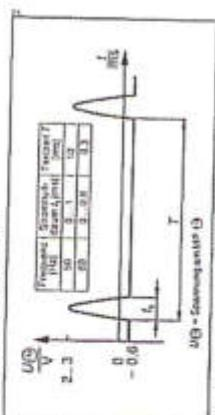

Abb. 10: Grenzwerte zur Vorstromeinstellung
8. Die Stromflußdauer muß mit den Angaben in Abb. 10 übereinstimmen: gegebenenfalls an Poti 103 einstellen